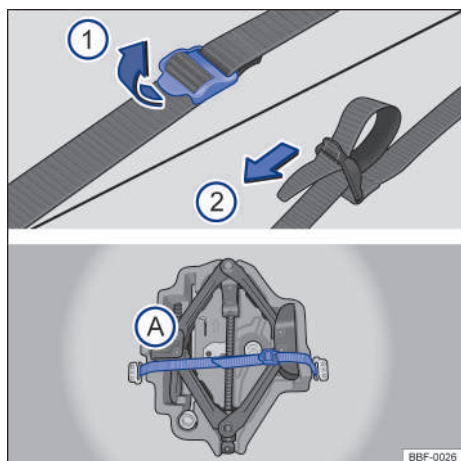

Fig. 151 En el maletero: cinta de fijación de la caja de herramientas y caja de herramientas de a bordo.
Para soltar la cinta de fijación → fig. 151 A, tirar de la hebilla en el sentido de la flecha ①.